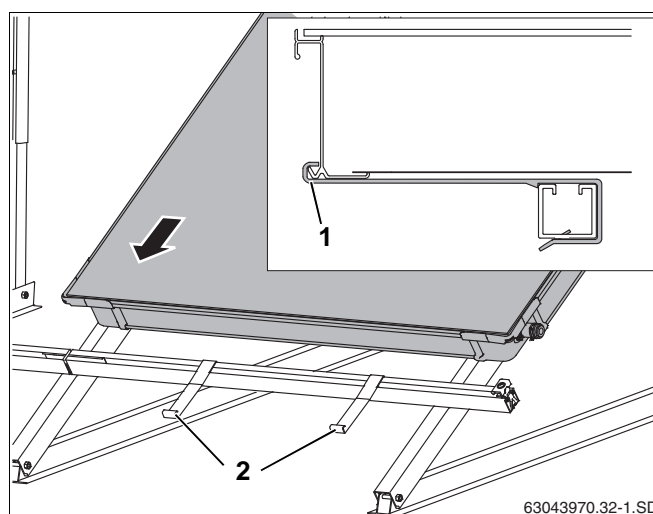

Fig. 46 Montering af første solfanger på profils Skinner
- ▶ Læg den første solfanger på profils Skinnerne, og lad den glide ind i nedskridningssikringerne (fig. 46, **pos. 2**) (fig. 46).
Den nederste solfangerkant skal ligge i nedskridningssikringens åbning (fig. 46, **pos. 1**).